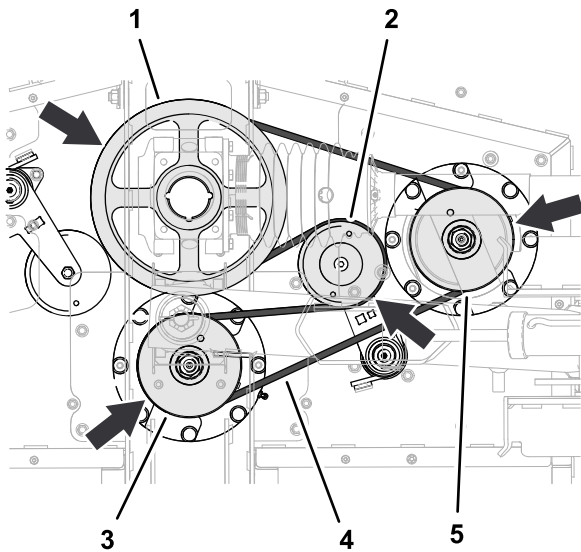

Figure 68
- Acheminez la grande courroie autour de la poulie d'entraînement, dans la gorge supérieure de la poulie d'axe central et autour de la poulie d'axe droit (Figure 68).
2. Au moyen d'une poignée articulée ou d'un outil similaire, faites tourner le tendeur dans le sens antihoraire et chaussez la courroie sur la poulie de tendeur (Figure 68).